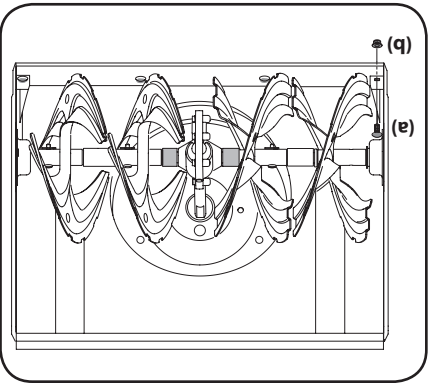

Figure 4-2
3. Enlevez les boulons ordinaires (a) et le contre-écrou à embase (b) qui la maintiennent ainsi que les patins sur la souffluse. Voir la Figure 4-2.
4. Installez la lame plate neuve en vérifiant que la tête des boulons ordinaires, les rondelles se trouve à l'intérieur de l'habitacle. Serrez à fond. Voir la Figure 4-2.